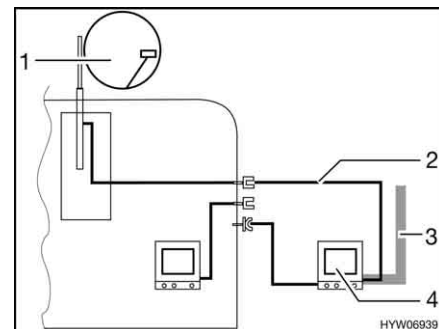

Fig. 154 TV dans l'auvent
- TV dans l'auvent (Fig. 154,4) : Raccord à l'antenne sur le toit (Fig. 154,1) avec câble d'alimentation (Fig. 154,2)
- TV dans l'auvent (Fig. 154,4) : Raccord à l'antenne extérieure (Fig. 154,3)